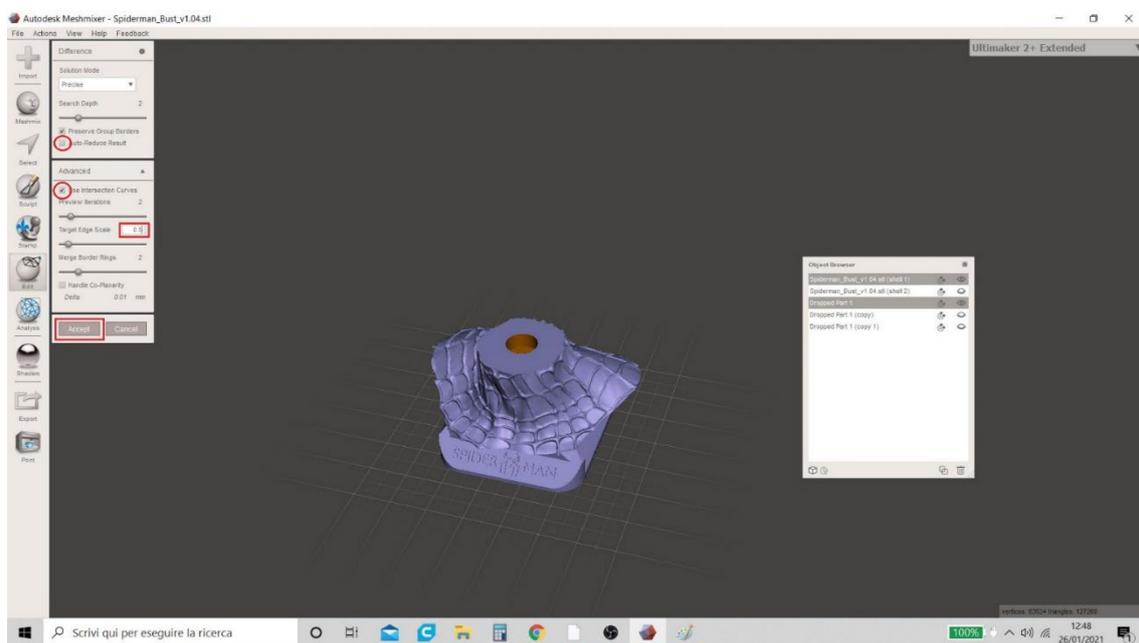

Figura 16 Meshmixer
- inserire il valore 0.5 nella voce "Target Edge Scale" e cliccare su "Accetta". La procedura è illustrata nella Figura 16 Meshmixer.